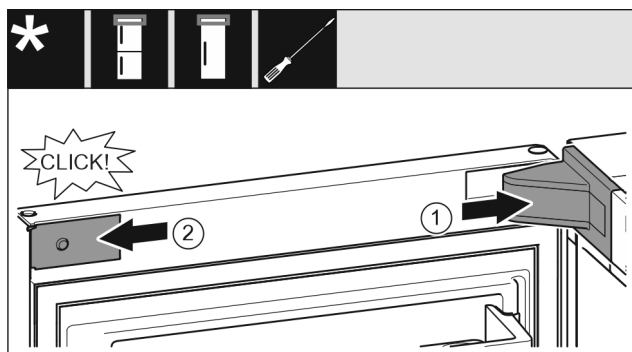

Fig. 59
- ▶ Vendosni kapakun mbulues të bazamentit mbështetës Fig. 59 (1) dhe mbërthejeni në vend, duke i ndarë nga njëri-tjetri nëse nevojitet.
- ▶ Vendosni panelin mbulues Fig. 59 (2) anash dhe mbërthejeni në vend.